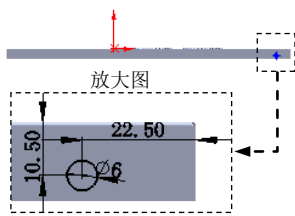

图 17.7.89 横断面草图
① 定义孔的深度。在“孔”对话框 **方向1** 区域的下拉列表中选择 **完全贯穿** 选项。
② 定义孔的直径。在 **方向1** 区域的 文本框中输入数值 6.0。
(4) 单击 按钮，完成孔 3 的创建。
(5) 编辑孔的定位。在设计树中右击 **孔3**，在系统弹出的快捷菜单中单击 命令，进入草图环境；绘制图 17.7.89 所示的横断面草图。单击 按钮，退出草图环境。